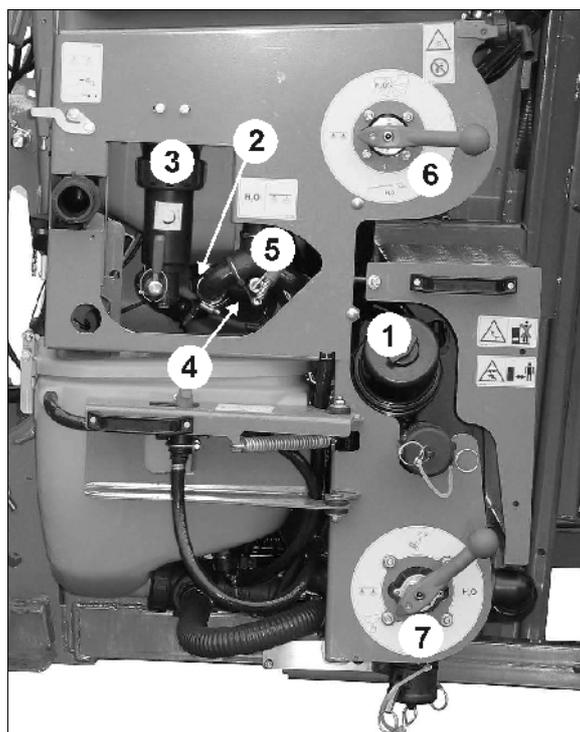
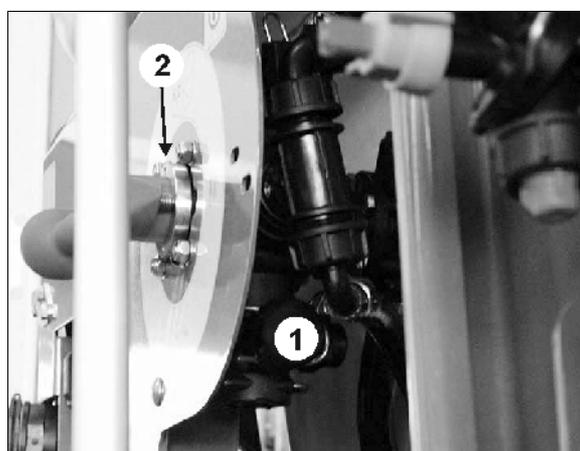

Fig. 108
Fig. 110
2. Desmonte y limpie el filtro de aspiración (Fig. 108/1). Para ello ver en la página 148.
5. Desenrosque la manguera del agitador (Fig. 108/2) del recipiente de caldo de rociado. La manguera del agitador (Fig. 108/2) conecta el grifo escalonado (Fig. 108/3) con el recipiente de caldo de rociado.
6. Desenrosque la manguera de retorno (Fig. 108/4) del recipiente de caldo de rociado. La manguera de retorno (Fig. 108/4) conecta el grifo de conmutación Operación de rociado / Lavar (Fig. 108/5) con el recipiente de caldo de rociado.
8. Quite la caperuza (Fig. 110/1) de la conexión de prueba del lado presión de la conmutación VARIO (Fig. 108/6) o (Fig. 110/2).
13. Cambie en el lado aspiración (Fig. 108/7) y en el lado presión (Fig. 108/6) de la conmutación VARIO varias veces entre todas las posiciones de conmutación.